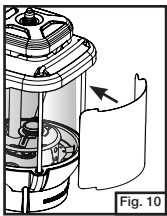

Fig. 10
- Ensamble el reflector en la parte trasera de la lámpara. Alinee las ranuras del reflector con los dos rieles traseros. Empuje el reflector hasta que enganche en los rieles traseros. (Fig. 10 y 11)